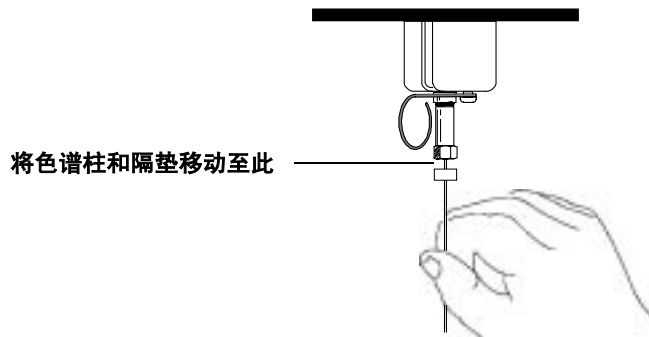

图 38 调节色谱柱位置
- 8 把色谱柱向上推 1 cm，并引导它进入柱接头中。使螺帽和垫圈沿色谱柱向上滑动到柱接头。调节色谱柱位置，使色谱柱上的隔垫恰好处于柱螺帽的底部（图 38）。用手拧紧柱螺帽直到把色谱柱固定